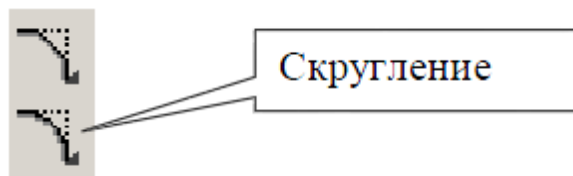

Рисунок 5
4. Для выполнения радиусов скругления на панели **Геометрия** нажмите кнопку **Скругление**, рисунок 5.